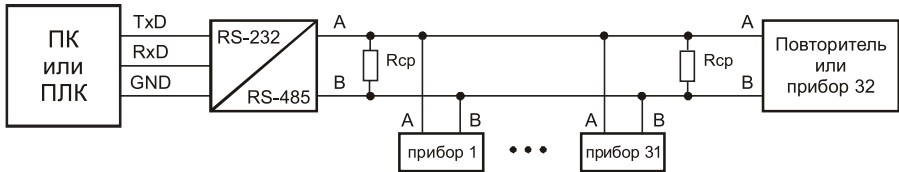

Рис. 1.1. Типовая схема промышленной сети RS-485
1.1. При проектировании промышленных систем автоматизации наибольшее распространение получили информационные сети, основанные на интерфейсе стандарта EIA RS-485. Он предусматривает передачу данных с помощью «симметричного» (дифференциального) сигнала по двум линиям (А и В) (рис. 1.1) и использование дополнительной линии для выравнивания потенциалов заземления устройств, объединенных в сеть стандарта RS-485. Логический уровень сигнала определяется разностью напряжений на линиях (А – В), при этом логической единице соответствует диапазон значений напряжения от +0,2 до +5 В, а логическому нулю – диапазон значений от –0,2 до –5 В. Диапазон от –0,2 до +0,2 В соответствует зоне нечувствительности приемника. При использовании указанного интерфейса максимальная длина линии связи между крайними устройствами может составлять до 1200 м. При этом в максимально удаленных друг от друга точках сети рекомендуется устанавливать оконечные согласующие резисторы (терминаторы), позволяющие компенсировать волновое сопротивление кабеля и минимизировать амплитуду отраженного сигнала.
На рис. 1.1 показана типовая схема промышленной сети, построенной на базе интерфейса RS-485.